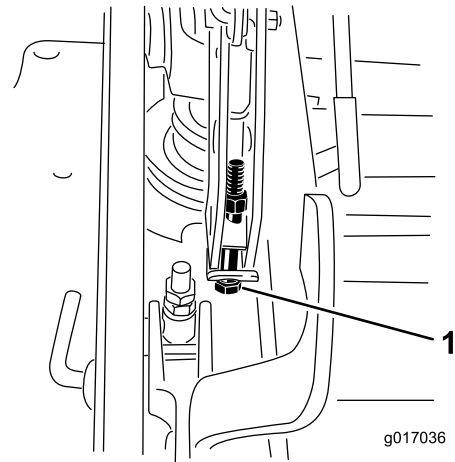

Figura 95
12. Si la carcasa está demasiado baja, apriete el perno del ajuste de un solo punto girándolo en el sentido de las agujas del reloj. Si la carcasa está demasiado alta, afloje el perno del ajuste de un solo punto girándolo en el sentido contrario a las agujas del reloj (Figura 95).
16. Gire el tornillo de ajuste hasta obtener una altura de 8.3 cm ($3\frac{1}{4}$ ") (Figura 95).